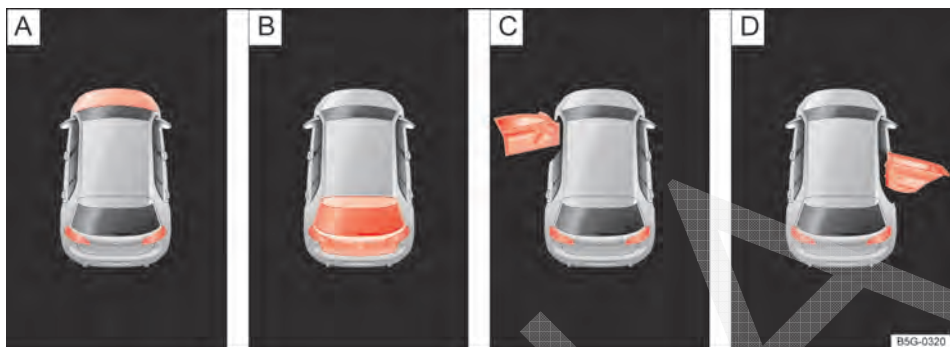

Fig. 44 No display do instrumento combinado: indicadores de status da tampa do compartimento do motor, da tampa do compartimento de bagagem e das portas.
Legenda para Fig. 44:
- Portas, tampa do compartimento do motor e tampa do compartimento de bagagem abertas → Fig. 44
Após o destravamento do veículo e durante a condução são exibidas, no display do instrumento combinado, as portas abertas assim como a tampa do compartimento do motor e a tampa do compartimento de bagagem → Fig. 44 e, se for o caso, sinalizadas acusticamente. De acordo com a versão do instrumento combinado, a representação dos símbolos pode variar.